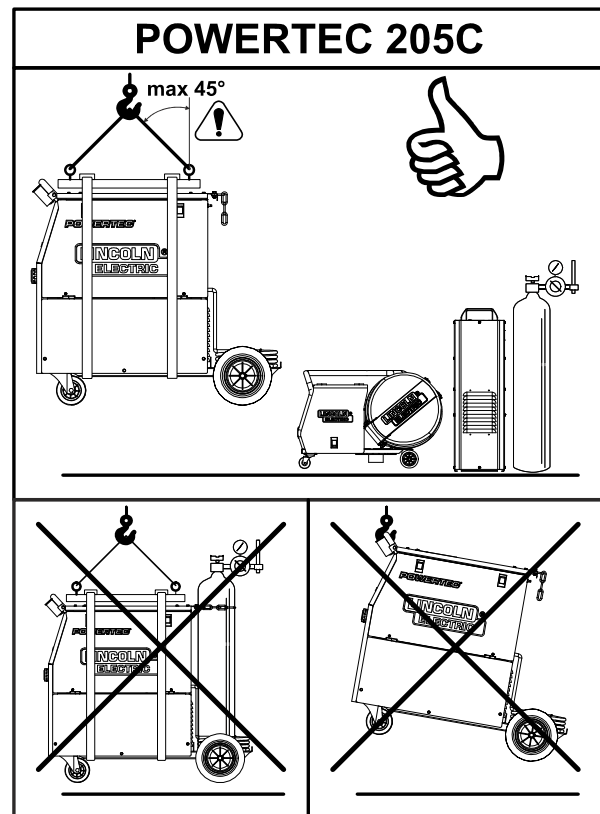

Figura 20
Para transportar e elevar em segurança a POWERTEC® 205C (ver Figura 20):
- Use equipamento de capacidade adequada para elevar e suportar a unidade. Use uma travessa e no mínimo duas correias como se mostra na Figura 20.
- Distribua a carga axialmente num ângulo de 45 graus em conformidade com a Figura 20.